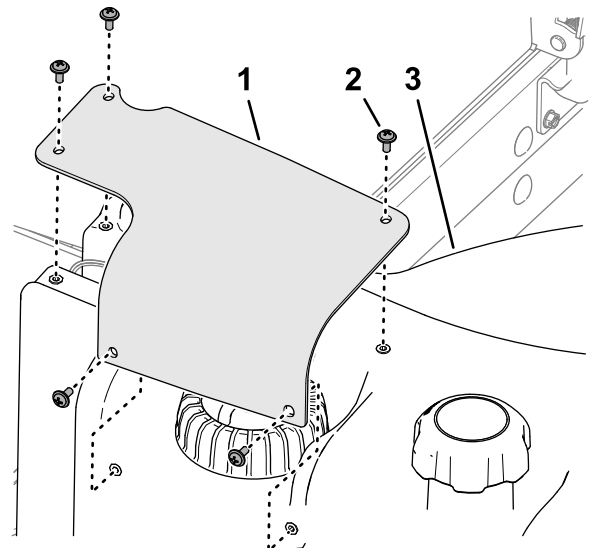

Bild 91
- Entfernen Sie die fünf Kreuzschlitzschrauben, mit denen der Kraftstoff-Füllstandsensorm am Kraftstofftank befestigt ist, und nehmen Sie die Abdeckung ab (Bild 91).